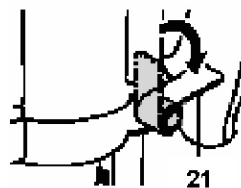

Рис. 7
2. Ослабьте фигурный винт **17** (см. рис.1), а рычаг фиксатора **21** (см. рис.7) установите вертикально.
3. Установите фрезер на горизонтальной плоскости. Правой рукой надавите вниз на крышку коллектора **2** (рис.1), преодолевая сопротивление возвратной пружины направляющих штанг **8**, до соприкосновения режущей кромки фрезы с обрабатываемой поверхностью. Теперь левой рукой поверните рычаг **21** (рис.7) по часовой стрелке до упора. В этом положении (горизонтальном) рычага происходит фиксация положения корпуса фрезера и самой фрезы относительно станины **13** (рис.1).
6. Придерживая корпус коллектора правой рукой, левой рукой поверните рычаг **21** (рис.7) против часовой стрелки до упора. Притормаживая усилие возвратной пружины направляющих штанг, установите корпус фрезера в исходное положение.